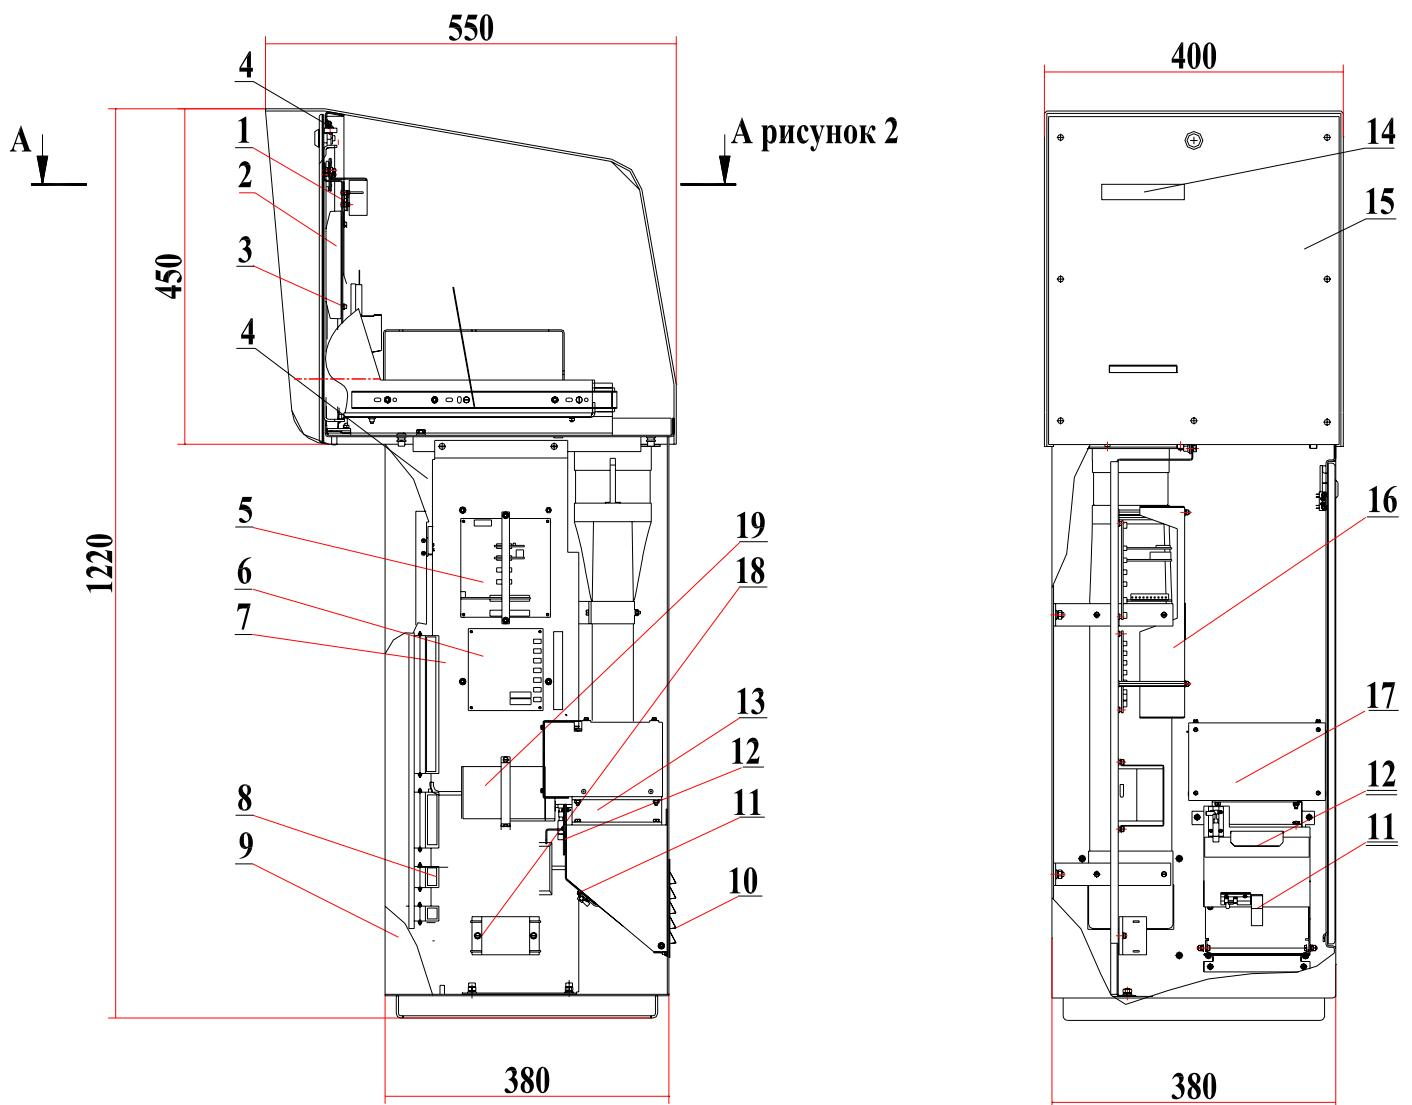

Рисунок 1 - Выездная стойка
Маркировочная этикетка, содержащая наименование изделия, обозначение, дату производства, серийный номер, наносится на крышку ТЭН (см. рисунок 1, поз.17). Маркировочные этикетки, содержащие схемы подключения оборудования наносятся на нижнюю дверь стойки. Предупредительная маркировка о наличии опасного напряжения наносится на панель (см. рисунок 1, поз. 7) и на кожух (см. рисунок 1, поз.16).
Для замены фильтра вентилятора системы климат-контроля при выключенном питании стойки откройте нижнюю дверь стойки, извлеките кассету фильтра (12) из короба (см. рисунок 1). Извлеките из кассеты использованный фильтр (фильтр расположен между двух сварных сеток, соединённых в центре медной проволокой) и установите на его место новый. Материал фильтра — ФМ-4x класс G4 (полипропилен S=18 мм), размер фильтра — 150*150 мм. Установите кассету фильтра (12) в короб (см. рисунок 1).
A-A рисунок 1